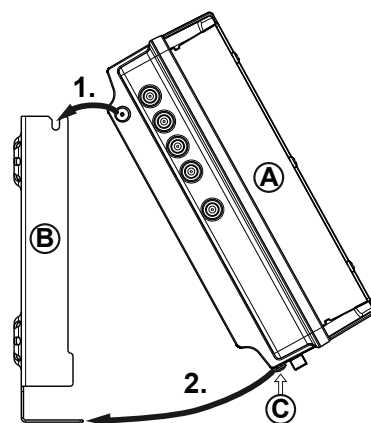

Fig. 3: Enganchar cabeza terminal
1. Monte el soporte de pared en posición horizontal sobre la superficie de montaje, véase ⑥ en Fig. 3. Al hacerlo tenga en cuenta:
2. Enganche la cabeza terminal ④ al soporte de pared ⑥; véase Fig. 3.
3. Apriete el tornillo ③.